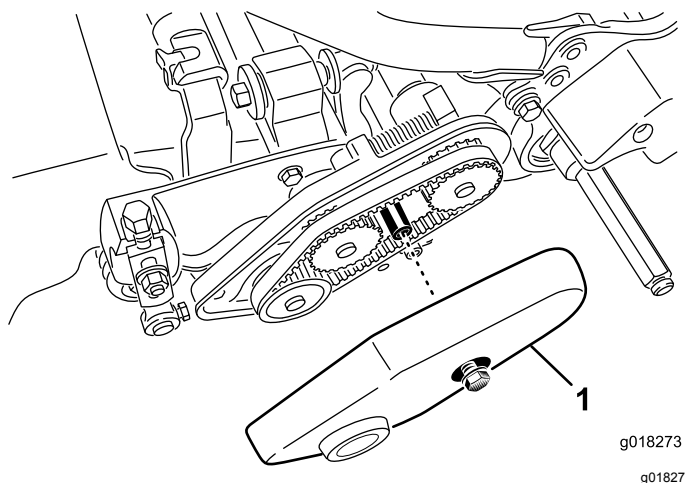

Figura 45
1. Allentate il bullone della flangia che fissa il copricinghia, e togliete il copricinghia per accedere alla cinghia (Figura 45).